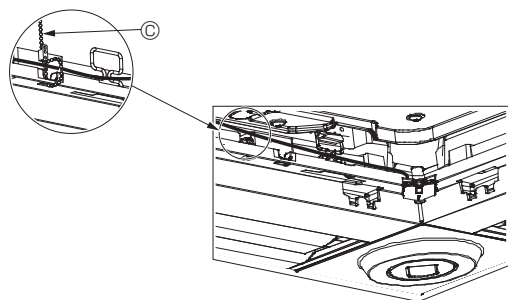

Fig. 10-12
- Fastgør i-See-sensoren og signalmodtageren til panelet som vist i diagrammet, så der ikke er slæk i ledningerne, og skær derefter den overskydende ende af beslaget. (Fig. 10-12)
- Hvis placeringen af i-See-sensoren er ændret fra position "o" (E) til position "□" (F), skal funktionsindstillingerne ændres. (Se side 174).